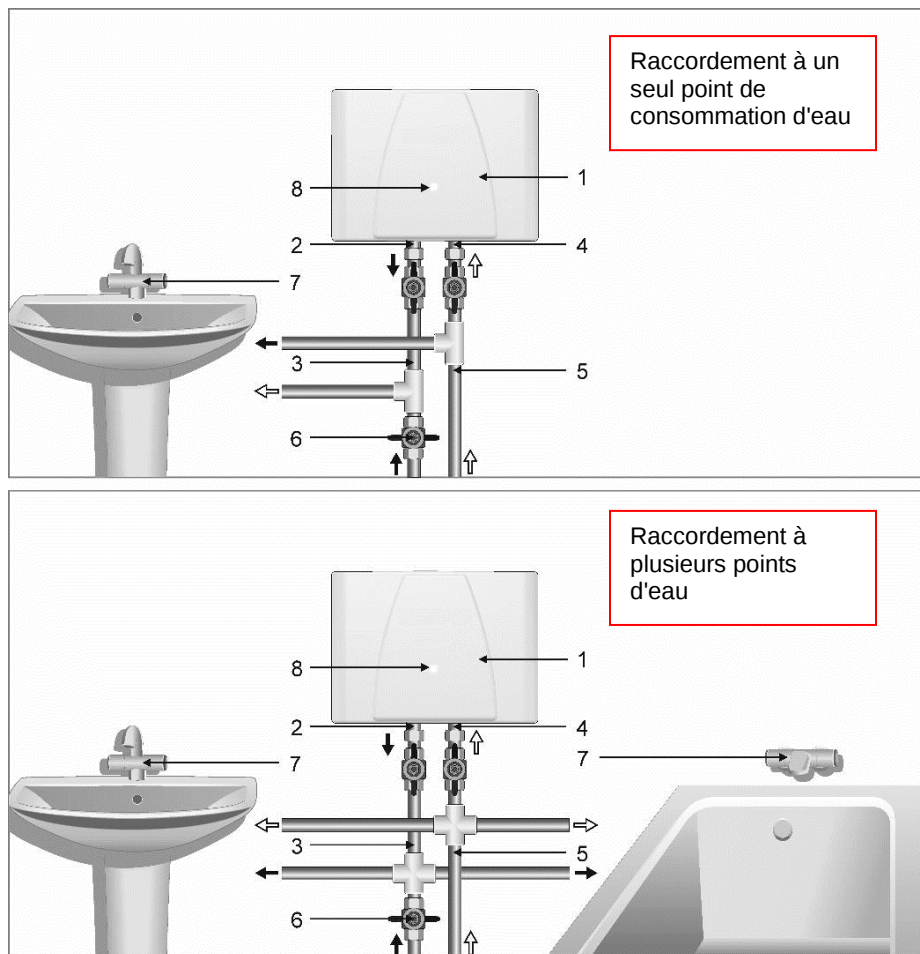

Figure 4. Raccordement du CEEI à la ligne d'eau
1. Le débit d'eau est régulé par un robinet d'eau chaude dans le robinet mitigeur (Figure 4 point 7) à la sortie du CEEI. En réduisant le débit d'eau, vous augmentez la température de l'eau à la sortie et vice versa.
2. Assurez-vous que la puissance et la pression de service correspondent aux valeurs du tableau 1. L'allumage et le chauffage du CEEI démarrent automatiquement, et sont indiqués par les témoins du panneau qui s'illuminent (Figure 4, point 8).
4. Pour éteindre le chauffe-eau, fermez le robinet d'eau chaude dans le robinet mitigeur (Figure 4, point 7), le capteur de pression interrompra automatiquement le circuit d'alimentation électrique de l'élément chauffant. En même temps, le voyant du panneau avant s'éteint. (Figure 4, point 8).